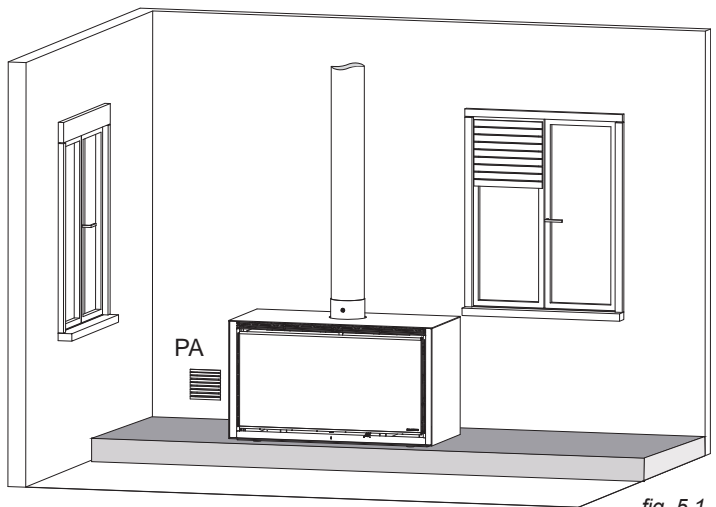

fig. 5.1
- ! La estufa, durante su funcionamiento, va tomando una cantidad de aire (aunque reducida) del ambiente donde está colocada; este aire se tendrá que volver integrar a través de una toma de aire exterior al propio cuarto (Fig. 5.1 - PA = Toma de Aire).